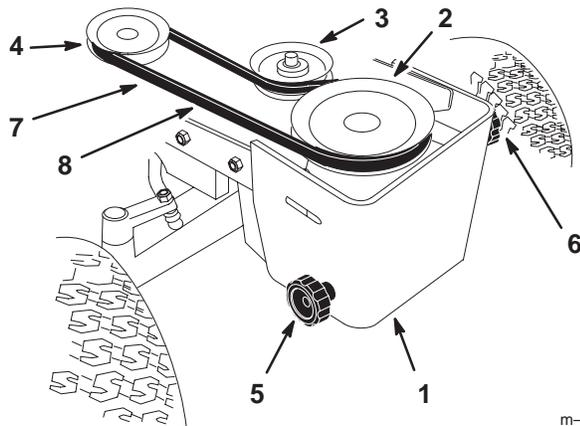

Bild 8
1. Montieren Sie den ZWA-Riemen auf der Kupplungsscheibe (Bild 8).
2. Montieren Sie die ZWA-Riemen auf den oberen Riemen und die obere Spannscheibe im Riemenumlenkblock (Bild 8).
3. Drehen Sie das linke Handrad am vorderen Riemenumlenkblock, um den ZWA-Treibriemen anzuspannen (Bild 8). Es muss eine Riemendurchbiegung von 13 mm bestehen.
4. Drehen Sie das rechte Handrad am vorderen Riemenumlenkblock, um den Mähwerktriebriemen anzuspannen (Bild 8). Es muss eine Riemendurchbiegung von 13 mm bestehen.